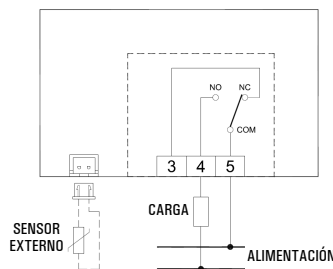

Fig. 7
- 5 Realizar las conexiones eléctricas, siguiendo los esquemas de conexión de Fig. 7 y 8.
La salida terminales 3, 4 y 5, es libre de tensión y aislada con doble aislamiento respecto al termostato. Por tanto es posible alimentar una carga a alta tensión (230V ~), como visible en Fig. 7 y 8. En este caso es necesario mantener una separación entre los cables de la sonda remota y los cables de la carga en el respeto de las normas vigentes. En particular es necesario fijar los grupos de cables con abrazaderas separando los cables SELV de los otros para evitar que si un cable se desconecta accidentalmente este no reduzca el aislamiento hacia el SELV.